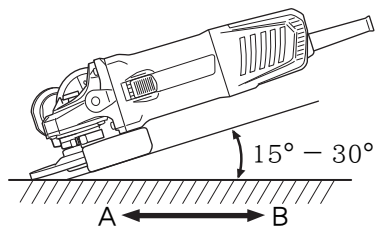

图 3
切勿将砂轮的全表面施加于要研磨的材料上。如图 3 所示，机器应保持 $15^\circ - 30^\circ$ ，使砂轮的外缘以最佳角度与工件相接触。
3. 用新砂轮首次进行研磨时，应将角向磨光机由对面横过工件往操作人员这边拉，以免挖入工件（图 3 的 B 方向）。等砂轮的前缘适当磨损后，就可往任何方向进行研磨。